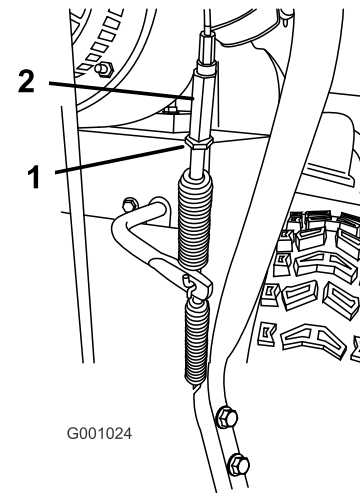

Figure 39
6. Desserrez ou serrez le tendeur de réglage de la tension du câble (Figure 39).